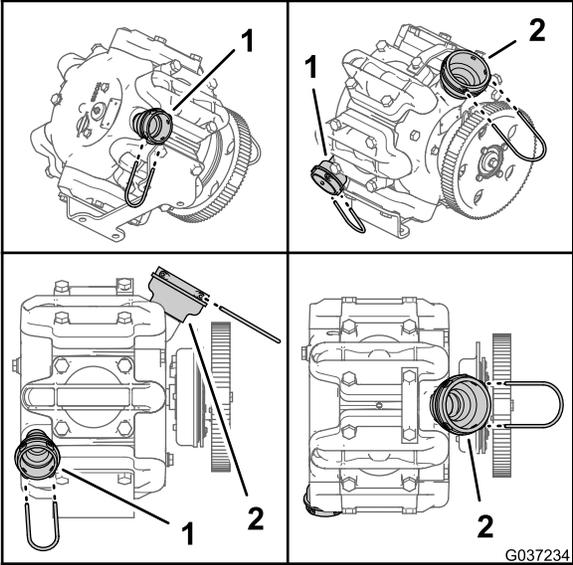
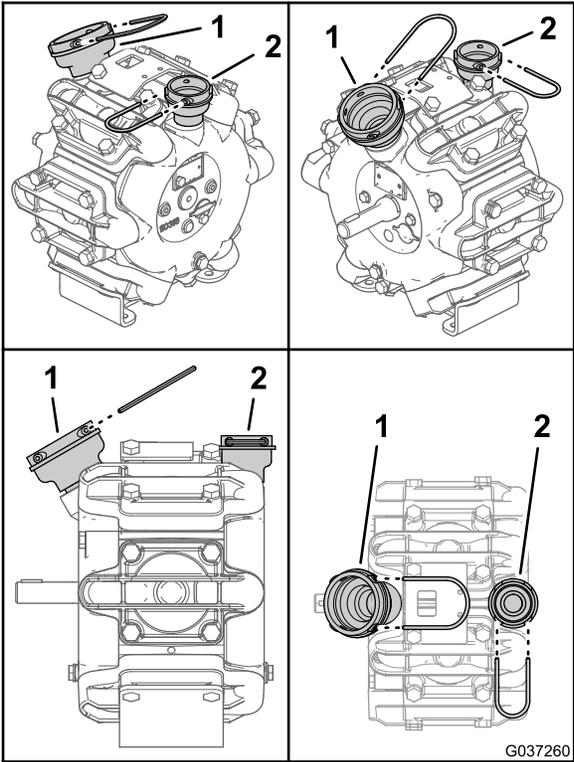

Figura 2
Figura 3
1. Con la pompa dell'irroratrice preesistente rimossa dalla macchina, annotate la posizione del fermo e delle postazioni dei fermi del raccordo del foro di pressione; fate riferimento a Figura 2 o Figura 3.
2. Annotate la posizione del fermo e delle postazioni dei fermi del raccordo del foro di alimentazione; fate riferimento a Figura 2 o Figura 3.
- Serrate il raccordo manualmente fino a quando le postazioni dei fermi non sono allineate allo stesso modo di quanto annotato nella pompa preesistente, al passaggio 2 di 2 Annotazione della posizione dei raccordi \(pagina 1\); fate riferimento a Figura 2 o Figura 3.
7. Serrate il raccordo manualmente fino a quando le postazioni dei fermi non sono allineate allo stesso modo di quanto annotato nella pompa preesistente, al passaggio 1 di 2 Annotazione della posizione dei raccordi \(pagina 1\); fate riferimento a Figura 2 o Figura 3.